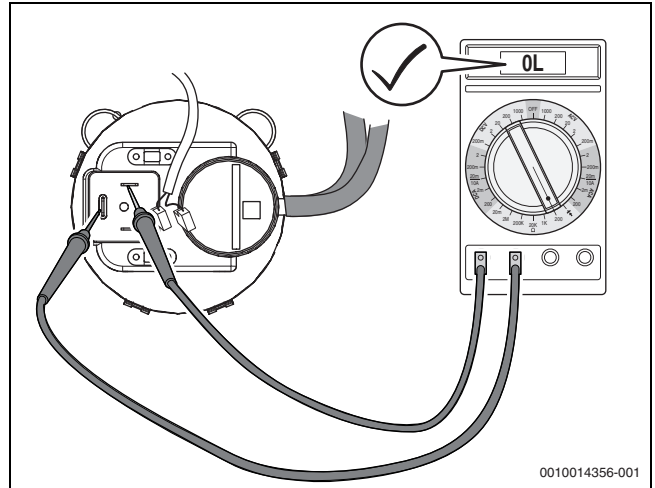
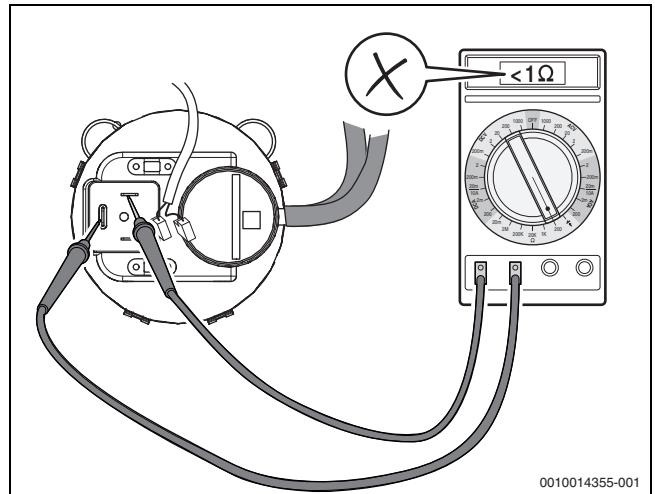

Bild 76 Differenzdruckwächter auf Durchgang prüfen (Differenzdruckwächter in Ordnung)
Bild 77 Elektrischen Widerstand an den Kontakten des Differenzdruckwächters messen (Differenzdruckwächter **nicht** in Ordnung)
- ▶ Elektrische Anschlussleitungen am Differenzdruckwächter abziehen und Widerstand an den Kontakten messen (→Bild 76). Wenn kein Wert oder ein Widerstand $> 1 \text{ Ohm}$ angezeigt wird, ist der Differenzdruckwächter in Ordnung. Wenn der gemessene Wert $< 1 \text{ Ohm}$ beträgt (oder Signalton, je nach Messgerät; →Bild 77), Differenzdruckwächter austauschen.